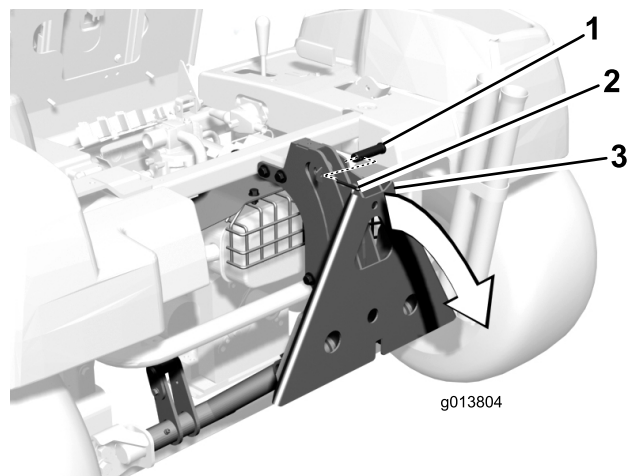

Figura 2
5. Retire o contrapino e passador de forquilha que prendem a estrutura do adaptador QAS à placa do cilindro e rode a estrutura do adaptador afastando-a da máquina (Figura 2).